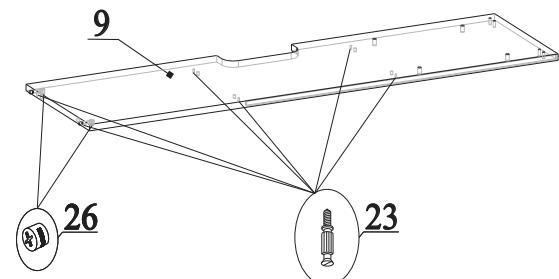

Рис.8
20. В отверстия на детали 9 вкрутить дюбеля 23 (рис.8);
21. В отверстия на детали 9 вставить эксцентрики 26 стрелками к торцевым отверстиям (рис.8);